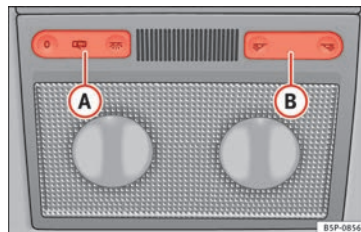
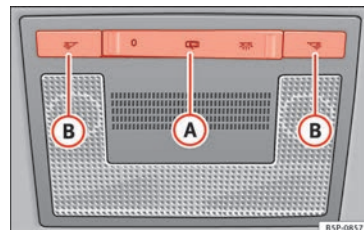

Fig. 64 Revestimento interior do tejadilho: iluminação dianteira do habitáculo variante 1.
Fig. 65 Revestimento interior do tejadilho: iluminação dianteira do habitáculo variante 2.
Com o comando (A) » Fig. 64 o » Fig. 65 pode seleccionar as seguintes posições:
Pressionar o interruptor para a posição 0 » Fig. 64 o » Fig. 65.
Pressionar o respetivo botão **(B)** » **Fig. 64** o » **Fig. 65** para acender a luz de leitura.